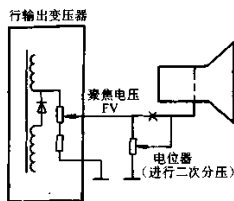

图 5-64 降低显像管聚焦电压原理图
1) 聚焦电压太高。这种情况是比较容易处理的,一般可以再用一只独立的聚焦电位器串接在替换品与显像管聚焦极之间,作二次分压,如图 5-64 所示。不过,这种方法要特别注意新增电位器的良好绝缘和有效的防弧,以及牢固地固定。
一是另用一只黑白电视机的行输出变压器来取得所需的聚焦电压，即用一只 12in 或 14in 黑白电视机用行输出变压器（可用分体式的），将其一次绕组的供电端或电压提升端接地，如图 5-64 所示，另一端则根据实际需要选择接行管集电极端或替换品的适当抽头，取得一个 $40 \sim 120V_{p-p}$ 的正向行脉冲电压。如果替换品上无合适的正向行脉冲可取，也可在替换品上另绕一个附加绕组，以取得一个合适的行脉冲。